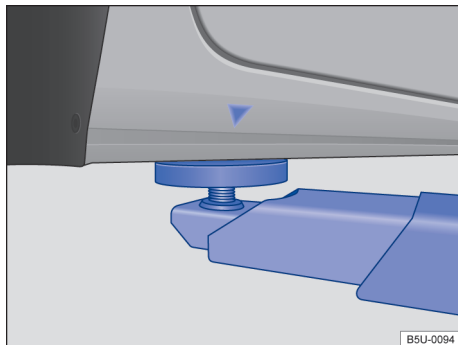
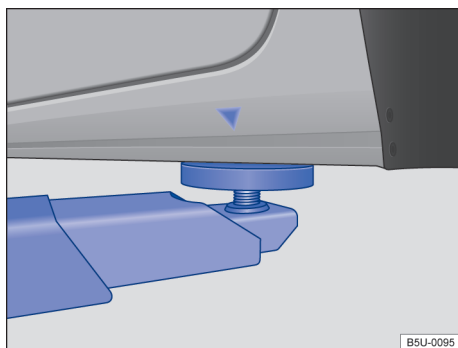

Fig. 184 Pontos de apoio dianteiros para a suspensão com plataforma elevatória ou com macaco.
Fig. 185 Pontos de apoio traseiros para a suspensão com plataforma elevatória ou com macaco.
O veículo deve ser suspenso somente pelos pontos indicados nas figuras → Fig. 184 e → Fig. 185. Se o veículo não for suspenso pelos pontos indicados, podem ocorrer danos no veículo → ⓘ e ferimentos graves → ⚠.
- Suspender o veículo somente pelos pontos indicados nas figuras → Fig. 184 e → Fig. 185. Se o veículo não for suspenso pelos pontos indicados, o veículo poderá cair da plataforma elevatória quando, por exemplo, o motor ou a suspensão for desmontado.